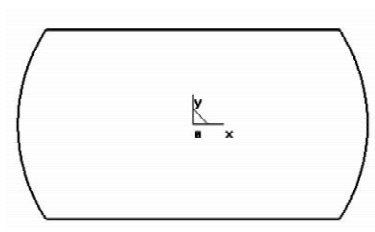

图 6-7 裁剪后的效果
4. 单击“曲线裁剪”图标 , 裁剪和删除不需要的曲线, 结果如图 6-7 所示。